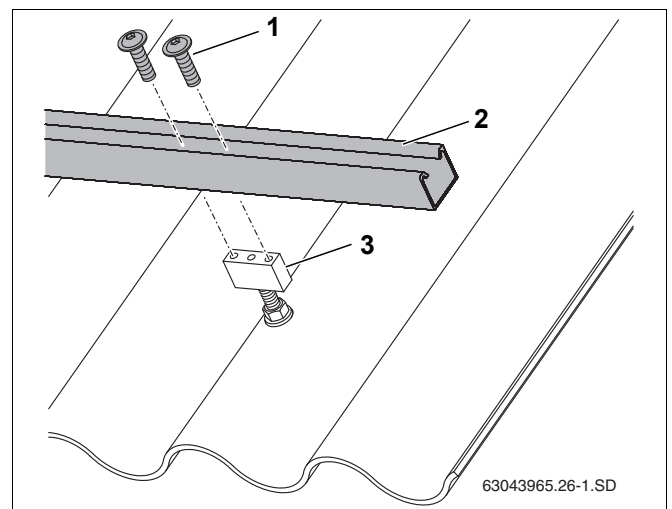

Рис. 25 Крепление профильной рейки к бобышке
- Закрепите профильные рейки (рис. 25, поз. 2) двумя винтами (рис. 25, поз. 1).